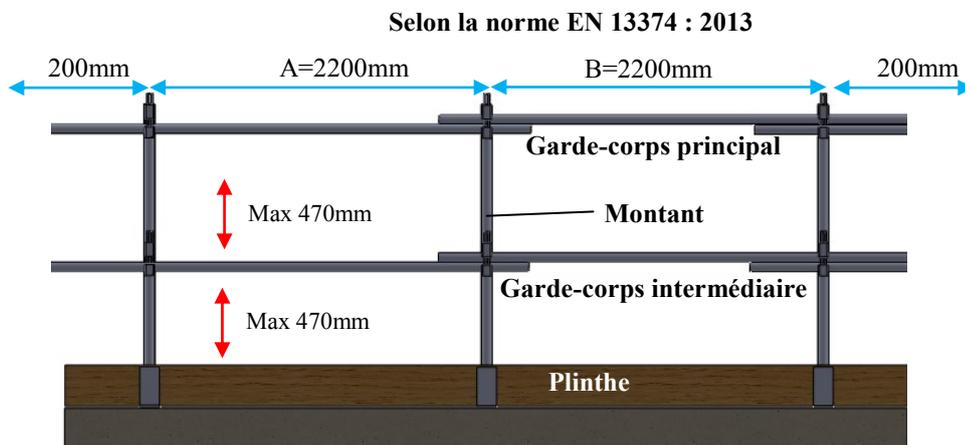

fig. 4
8. Conditions générales d'utilisation (fig. 4)